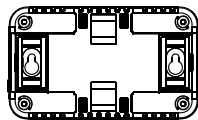

Рис. 5
2. Установите крепежные вставки задвинув их до упора в пазы с тыльной стороны прибора. При горизонтальном расположении прибора (Рис. 5) вставки устанавливаются в пазы на узкой стороне корпуса; при вертикальном расположении, в пазы на широкой стороне корпуса. Обратите внимание на ориентацию отверстий под саморезы.